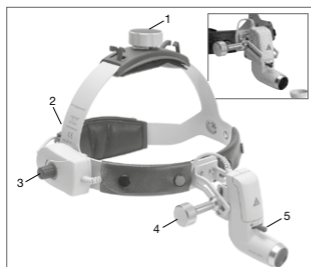

Fig. 4 Cinta craneal Profesional L
Ajuste de la **cinta craneal Profesional L (ver Fig. 4)**: La cinta craneal puede ensancharse o estrecharse girando las ruedas giratorias situadas en la parte superior (1) y trasera (2).
Ajuste de la dirección y del campo de iluminación (ver fig. 4)